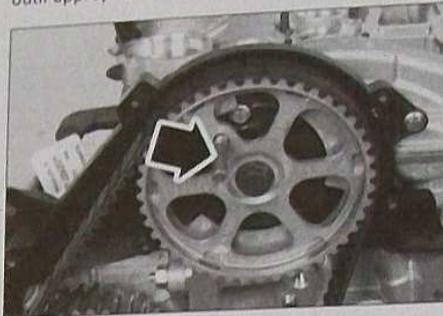
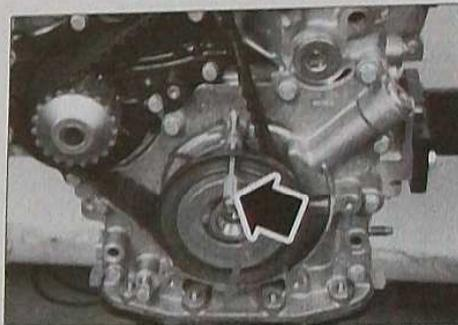
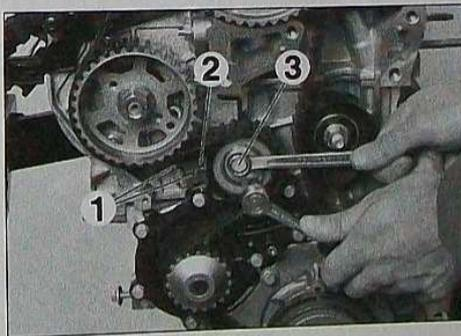

FIG.5
FIG.6
FIG.9
- Piger la roue dentée d'arbre à cames à l'aide d'un outil approprié ou de l'outil PSA 0194-B (Fig.5).
- Piger la roue dentée de vilebrequin à l'aide d'un outil approprié ou de l'outil PSA 0194-A (Fig.6).
- À l'aide d'une clé 6 pans, amener l'index (2) (Fig.9) du galet tendeur au milieu de la zone de contrôle (1) en faisant pivoter le tendeur dans le sens anti-horaire.
- Serrer la vis de fixation (3) du galet tendeur à 2,5 m.daN.
- Déposer les pignes (Fig.6) et (Fig.5).
- Contrôler le bon positionnement de l'index (2) (Fig.9) du galet tendeur; dans le cas contraire, reprendre l'opération de repose de la courroie.